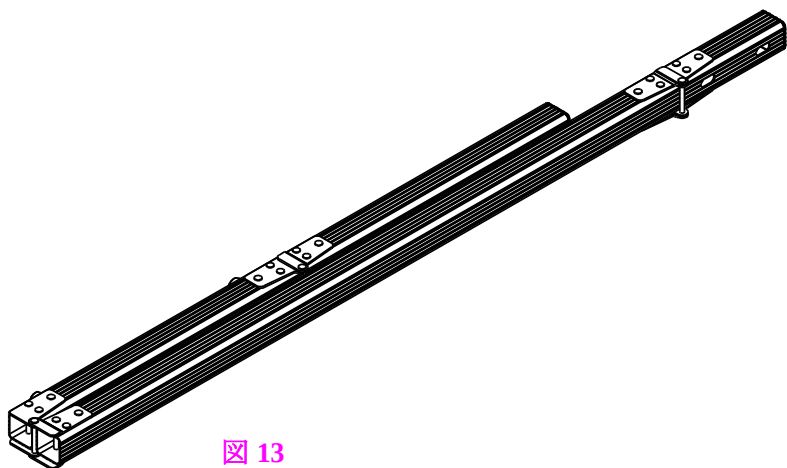

図 13
1. ケースから図 13 の SAT レッグを取り出します。